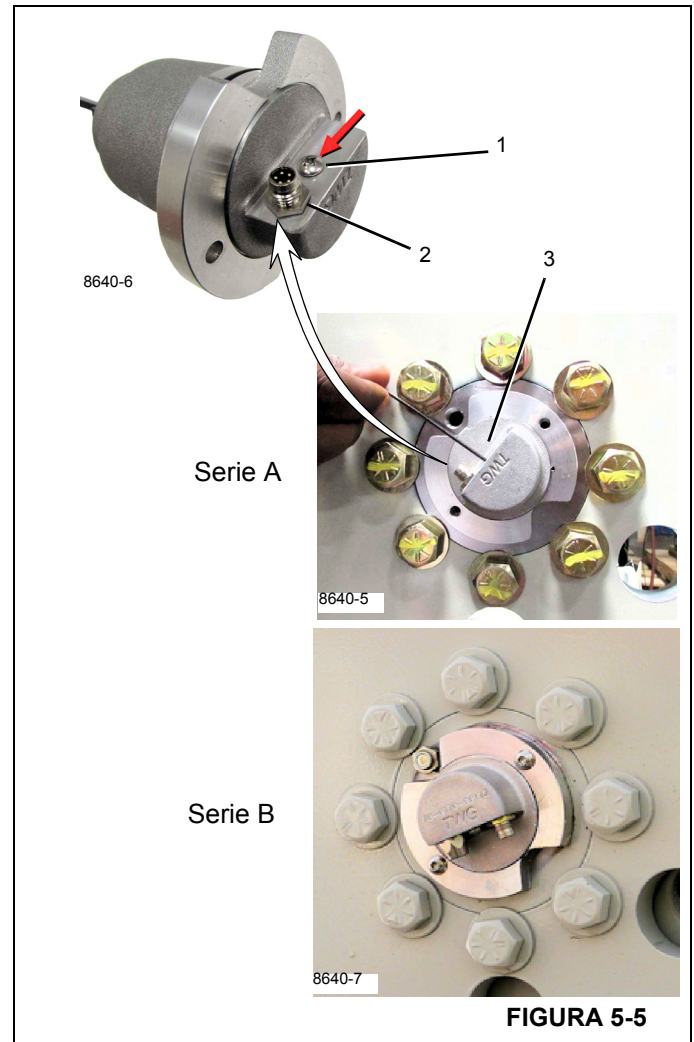

FIGURA 5-5
2. Desconecte la alimentación del MWI desconectando el cable del DRI (2, Figura 5-5).
3. Retire el tornillo de la cubierta del botón de programación del Sistema de monitoreo del malacate (HMS) (1, Figura 5-5) en el DRI.
4. Presione y mantenga presionado suavemente el botón de programación (3, Figura 5-5) y retorne la alimentación al MWI volviendo a conectar el cable del DRI.
**NOTA:** Mantener presionado el botón durante más de 15 segundos pone el HMS en modo de envío en las unidades de la serie A. (Vea la Figura 5-5). Vea Modo de envío para obtener información adicional.
**NOTA:** Si no se vuelve a instalar el tornillo de programación (1, Figura 5-5), el funcionamiento del MWI podría verse afectado.
3. Retire el tornillo de la cubierta del botón de programación (1, Figura 5-5).